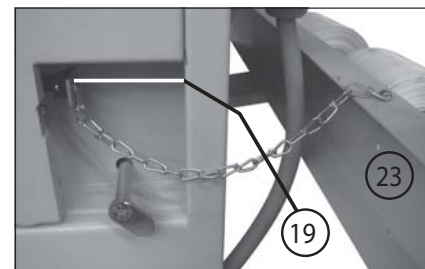

Fig. 3
- 19 = Bloccaggio di finecorsa (fig. 3)